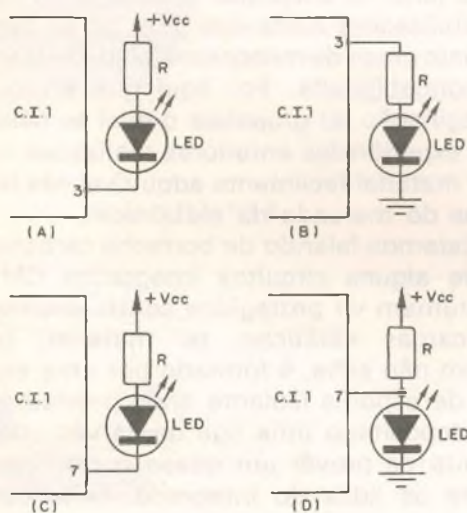

FIGURA 6
Para cargas de pequeno "porte" não há necessidade de qualquer circuito compatibilizador ou de interface, é o caso, por exemplo, de LEDs; a figura 6 mostra alguns circuitos: nos dois primeiros é utilizada a saída propriamente dita do 555 sendo que no circuito (A) o LED deixará de emitir luz quando houver detecção de peso, o contrário ocorrendo com o circuito (B) dessa figura; os circuitos (C) e (D) se utilizam da saída 'descarga' pino 7, do integrado, sendo que no primeiro, o LED permanece constantemente aceso a menos que seja detetado o peso; o contrário ocorre com o circuito (D).
O valor de R desses circuitos, figura 6, é função da tensão de alimentação (Vcc); ele pode ser calculado através da seguinte equação bem simples: